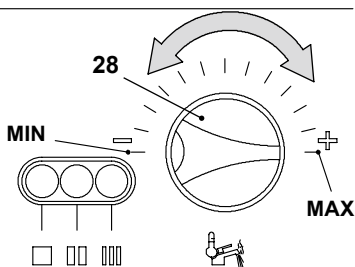

Figura 7.7
- Ruotare la manopola di temperatura sanitari 28 al massimo Figura 7.7 e verificare il valore di  $\text{CO}_2$ .